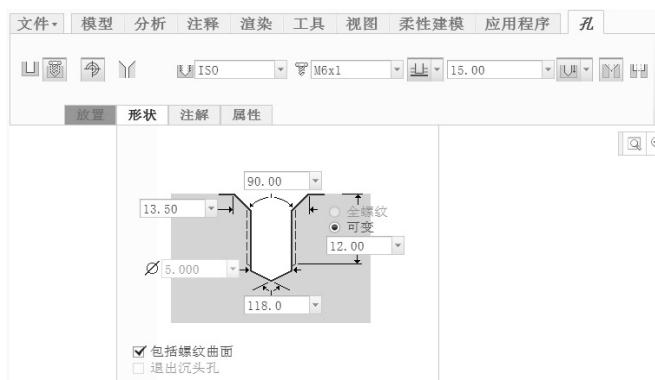

图 6-25 定义具体形状尺寸
5) 在“孔”选项卡中单击“形状”标签，打开“形状”面板，从中设置形状选项以及具体尺寸，如图 6-25 所示。